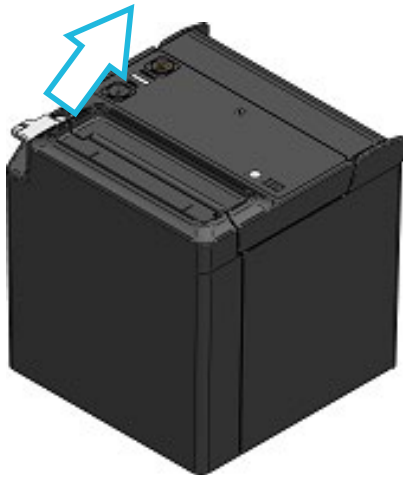

Figura 8-1 Palanca de liberación (expulsión superior)
- (1) Tire de la palanca de liberación en la dirección de la flecha mostrada en Figura 8-1 y Figura 8-2 para abrir la cubierta del papel.